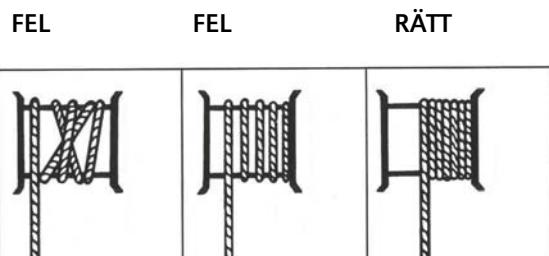

Bild 1
- Kontrollera att vajern är jämnt spolad på trumman (bild 1). Avspola vajern och återspol den noggrant. Det är rekommenderat att använda handspak för vajer vid vajer-spolning